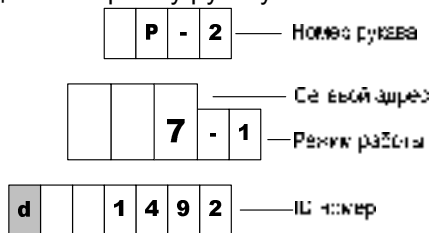

Рисунок 6
8.7 По команде СУ на табло могут отображаться сетевой адрес, режим работы и ID-номер рукава (рисунок 6). При снятии/установке